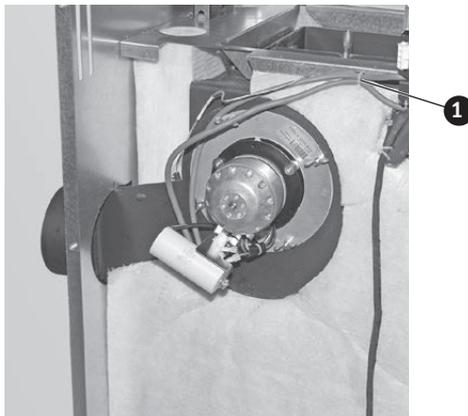

Fig. 38 Riavvitare il ventilatore gas combusti ruotato di 90°
- ▶ Riavvitare nuovamente il ventilatore gas combusti ruotandolo di 90° – Fig. 38.